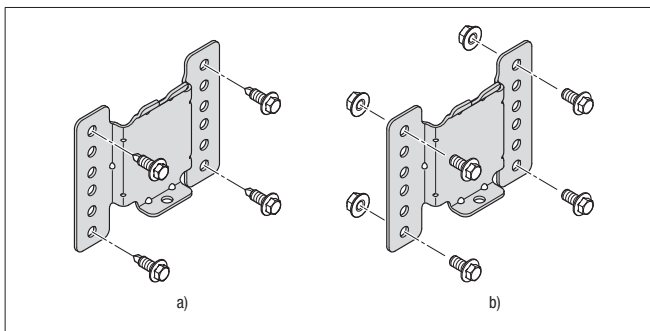

Bild 4
- Halter mit 4 Skt.-Schrauben M6 x 12 und 4 Skt.-Mutter M6 oder 4 selbstbohrenden Schrauben 6,3 x 19 befestigen (Anzugsdrehmoment: 9+1 Nm), siehe Bild 4.
Vorzugsweise obere und untere Befestigungsbohrungen benutzen, siehe Bild 4. Bei Verwendung der anderen Bohrungen einen Mindestabstand von zwei Bohrungen zwischen den Befestigungsschrauben einhalten.